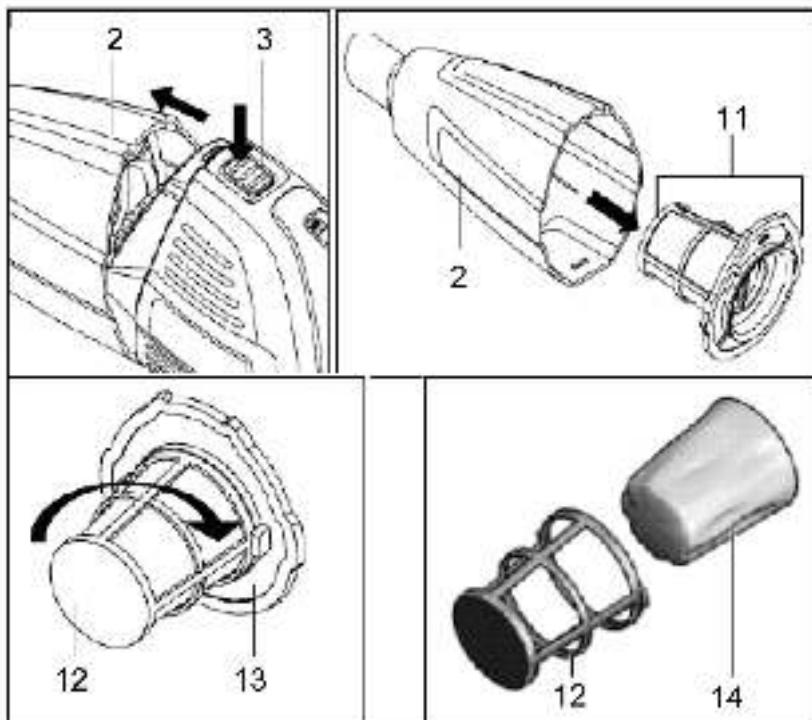

Рис. 2
1. Нажмите на кнопку разблокировки контейнера 3 (Рис. 2) и отсоедините контейнер от двигателя.
2. Снимите узел фильтра 11 (Рис. 2).
3. Поверните корзину фильтра 12 (Рис. 2) отсоединив ее от крышки фильтра 13 (Рис. 2).
4. Извлеките фильтр 14 (Рис. 2) из корзины фильтра 12 (Рис. 2).